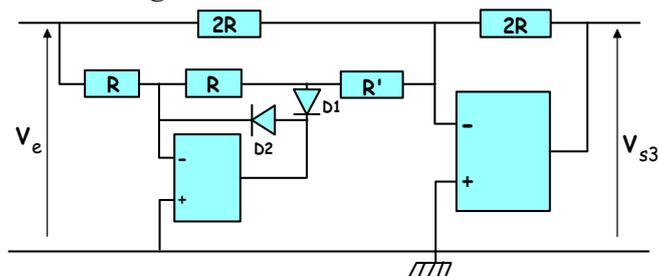

Fig 3
C) On considère le montage de la figure 3, où l'A.O.P est idéal.